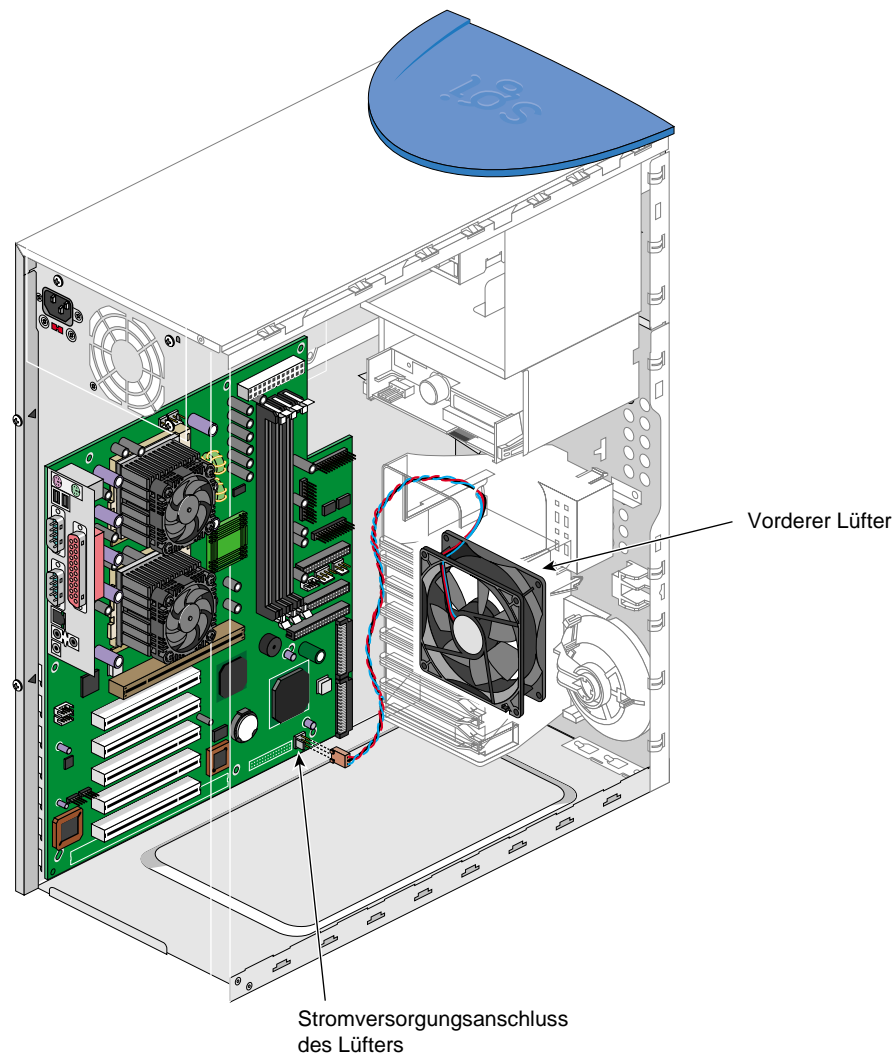

Abbildung 2-17 Anschließen des Kabels des vorderen Lüfters
6. Schließen Sie das Kabel des vorderen Lüfters an. Die Lage des Kabelanschlusses des vorderen Lüfters geht aus Abbildung 2-17 hervor.